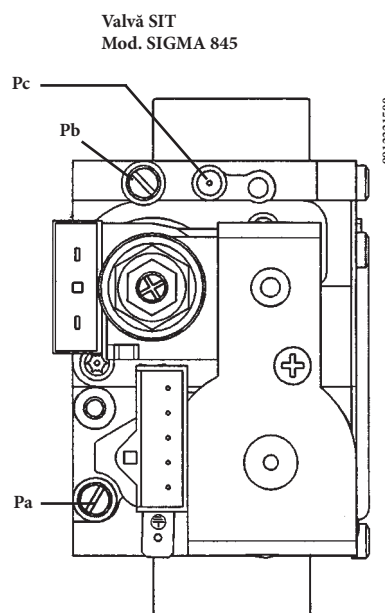
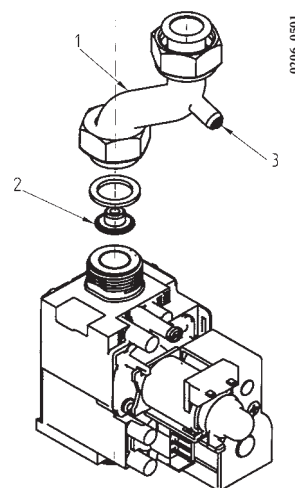

Figura 13a
Figura 13b (modele 240i - 240 Fi)
- Îndepărtați tubul de alimentare cu gaz (1 din figura 13b);
- înlocuiți duza pentru diafragmă montată pe valva de gaz (2);
- Conectați priza de presiune pozitivă a unui manometru diferențial (dacă e posibil, pe bază de apă) la priza de presiune (**Pb**) a valvei de gaz (Figura 13a). Pentru modelele 240 i/Fi utilizați priza de presiune (3) prezentă pe tubul de alimentare cu gaz (figura 13b). Numai pentru modelele cu cameră etanșă: conectați priza negativă a manometrului la un racord în "T" care să permită conectarea împreună a prizei de compensare a centralei, a prizei de compensare a valvei de gaz (**Pc**) și a manometrului. (Aceași măsurătoare poate fi efectuată conectând manometrul la priza de presiune (**Pb**) după ce a fost scos panoul frontal al camerei etanșe.) O măsurare a presiunii la arzătoare efectuată prin metode diferite de cele descrise s-ar putea dovedi eronată, întrucât nu ar ține cont de presiunea joasă creată de ventilator în camera etanșă.
- verificați ca presiunea dinamică de alimentare a centralei, măsurată la priza de presiune (**Pa**) a valvei de gaz (Figura 13a) să fie corectă (**30 mbar** pentru **gaz butan**, **37 mbar** pentru **gaz propan** sau **20 mbar** pentru **gaz metan**);